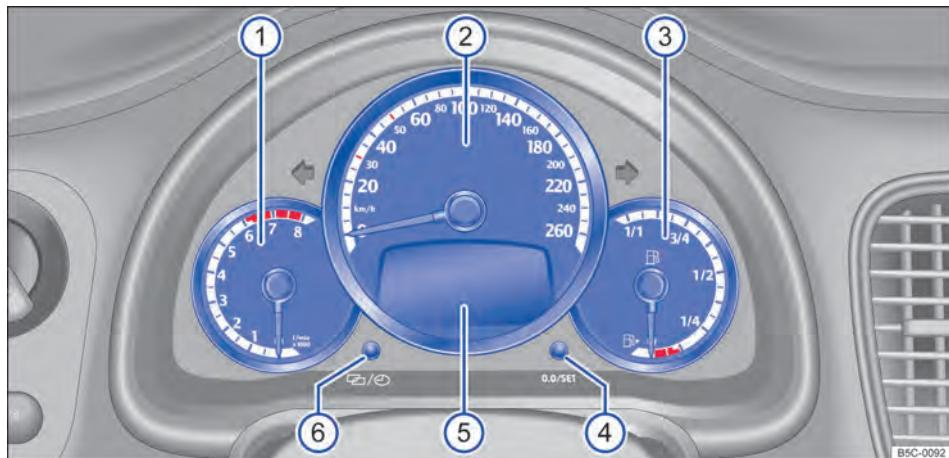

Fig. 10 Instrumento combinado no painel de instrumentos.
Significado dos instrumentos ⇒ Fig. 10:
De acordo com o equipamento do veículo, é possível que sejam exibidas diferentes informações no display do instrumento combinado ⇒ **Fig. 10** ⑤:
O indicador do evento de serviço aparece no display do instrumento combinado ⇒ Fig. 10 ⑤.